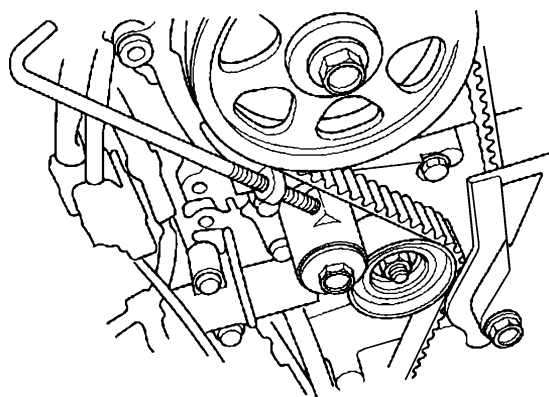

图 23-112 取下螺栓
7) 按照图 23-112 所示, 从后盖上把固定正时带调节器的螺栓取下。